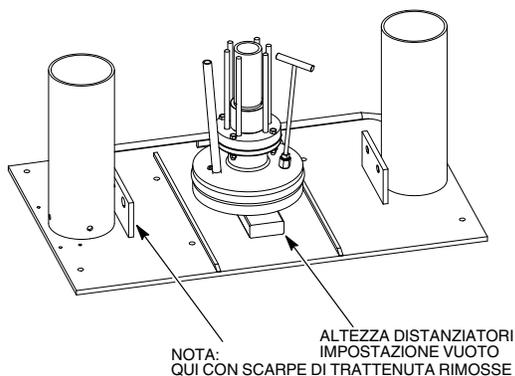

Figura 2 Tipico esempio di distanziatore
1. Vedi figura 2. Se pertinente, rimuovere le scarpe di trattenuta dal telaio.